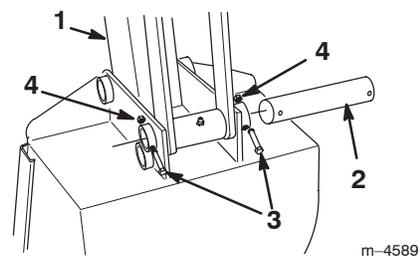

Figure 9
2. Retirer les boulons et écrous de fixation de chacun des deux axes du godet au bras de godet (Fig. 9).
4. Aligner les trous d'axes du godet face aux trous de montage dans le bras de godet (Fig. 9).
5. Fixer le godet à l'aide des axes, boulons et écrous déposés précédemment (Fig. 9).